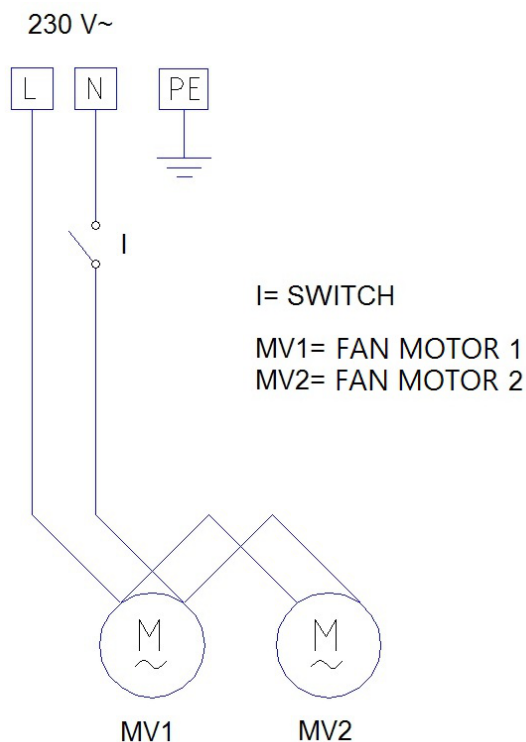

Fig. 20 - Schema électrique
LÉGENDE Fig. 20 à page 51
- Dévisser les 4 vis situées sur les côtés du carter de protection du ventilateur (voir **Fig. 20 à page 51**).